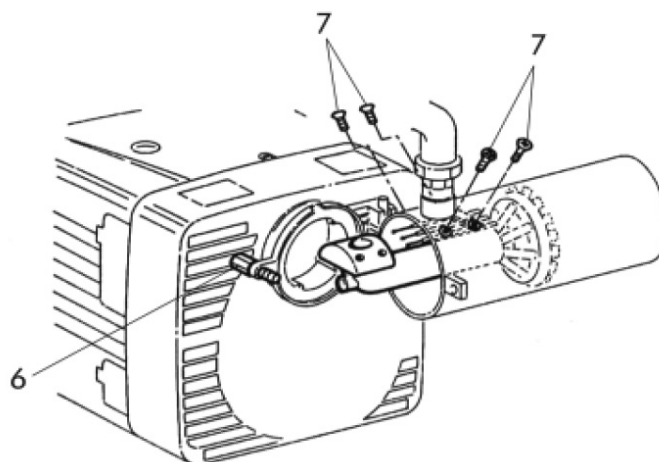

fig. 6
- Per accedere al tubo di alimentazione ed agli elettrodi, togliere la vite cerniera 6 e le viti 7 (fig.6).